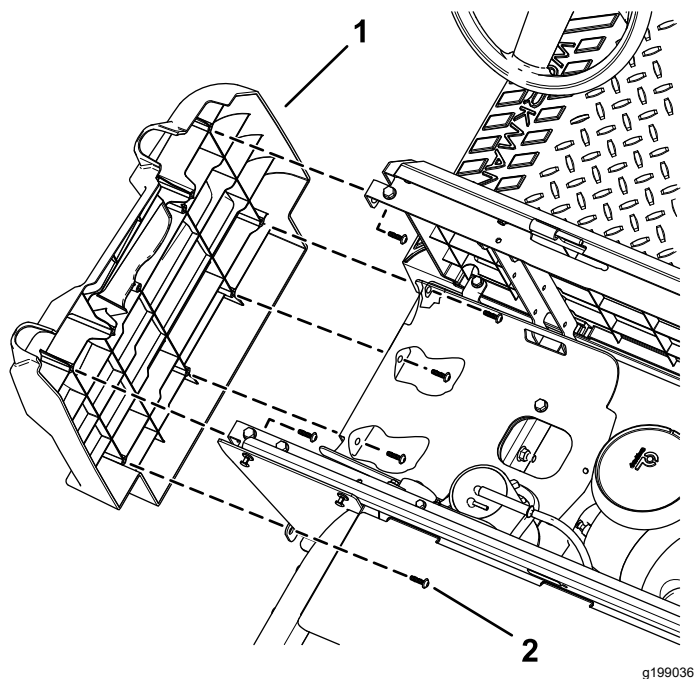

Рисунок 9
4. Выверните 6 винтов с головкой Torx (M6,0 x 22 мм) из левой боковой панели и снимите боковую панель (Рисунок 9).